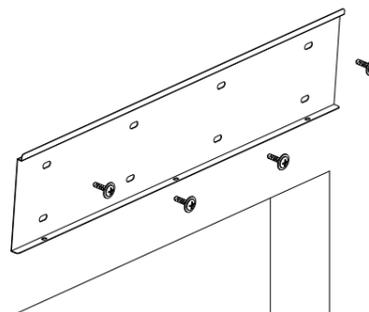

Imagen 2: fijar el chasis
2. Utilice tornillos y tuercas M8 para fijar el soporte del chasis en la pared de instalación seleccionada (si está instalado en una pared de madera, puede utilizar tornillos para madera para fijarlo) (imagen 2)